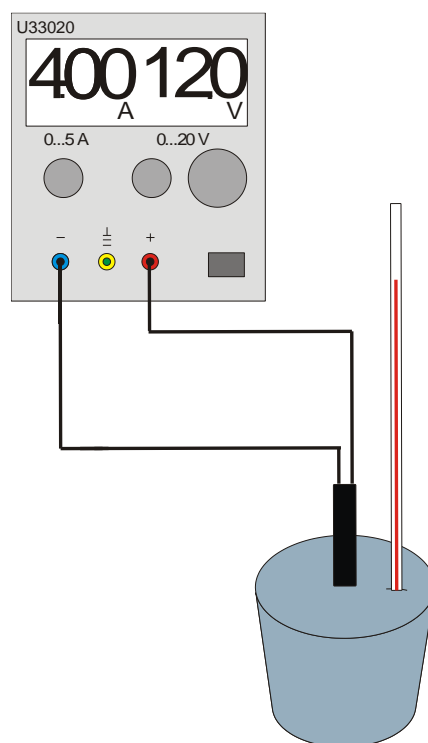

Fig. 1 : Appareillage expérimental
- Formez le circuit conformément à la figure 1.